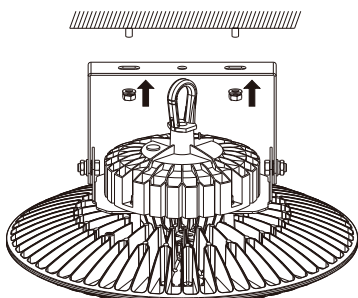

Fig. 6
3. En utilisant 2 vis, fixez le support à la surface désirée. (Figure 6).